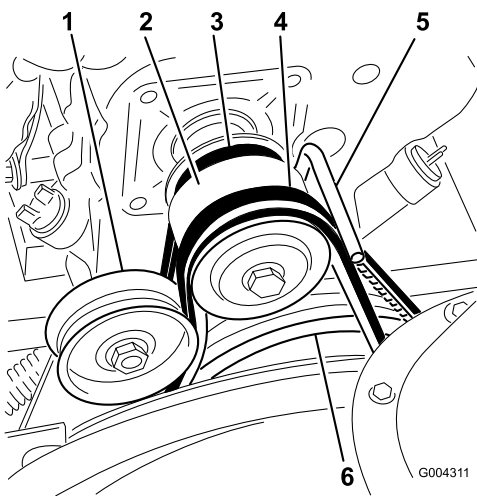

Рисунок 31
- Болт с фланцевой головкой (2)
- Ослабьте натяжку направляющей ремня (Рисунок 31).
4. Снимите ремень привода шнека/крыльчатки со шкива двигателя и большого шкива шнека/крыльчатки (Рисунок 31).
9. Снимите ремень привода колес со шкива двигателя и большого шкива привода (Рисунок 31).
11. Обверните ремнем шкив двигателя так, чтобы ремень находился на внутренней стороне направляющей (Рисунок 31).
16. Наденьте ремень привода шнека/крыльчатки на большой шкив привода шнека/крыльчатки и шкив двигателя так, чтобы ремень находился на внутренней стороне натяжного шкива и направляющей ремня (Рисунок 31).
2. Ослабьте затяжку направляющей ремня (Рисунок 31).
3. Снимите ремень привода шнека/крыльчатки со шкива двигателя и большого шкива шнека/крыльчатки (Рисунок 31).
4. Наденьте новый ремень на большой шкив шнека/крыльчатки (Рисунок 31).
5. Пропустите ремень вокруг шкива двигателя так, чтобы ремень находился на внутренней стороне натяжного шкива и направляющей ремня (Рисунок 31).